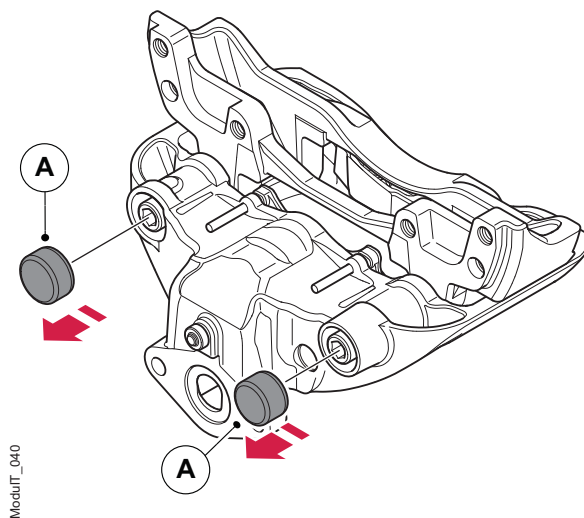

Figura 49. Quitar las tapas protectoras de deslizamiento.
2. Use un martillo pequeño y un cincel para quitar las cazoletas protectoras (A), véase la figura 49. Dichas cazoletas no deben reutilizarse.